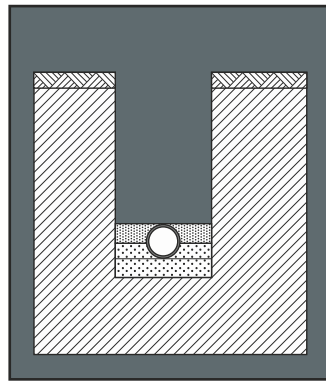

Fig. 6
- Le remblai jusqu'à la génératrice supérieure du tube sera compacté avec les pieds. (fig. 6)